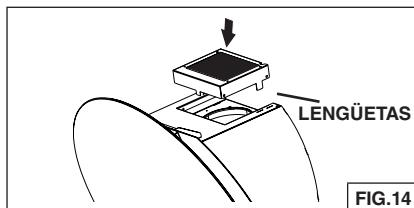

FIG. 14
10. Instale la protección de la hoja. Alinee las lengüetas de la protección con las ranuras en la parte superior de la campana. Fig. 14.